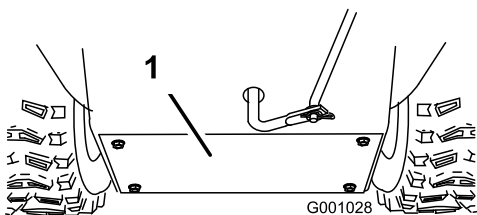

Figure 36
- Retirez le couvercle arrière (Figure 36).